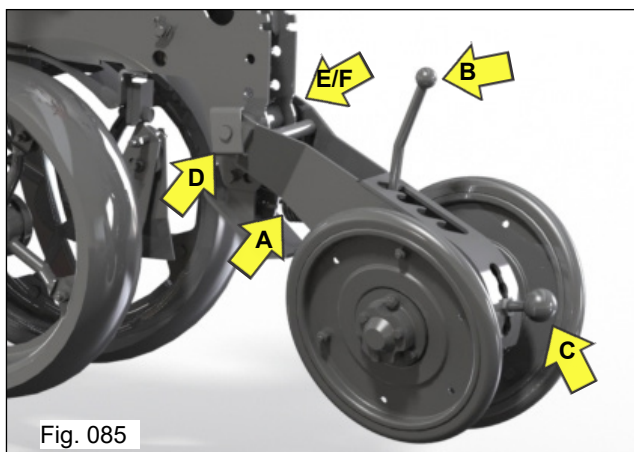

Fig. 085
A regulagem das rodas compactadoras (Fig. 085), também é um fator fundamental para o bom plantio. Remove o fechamento e a compactação do sulco de plantio. A **JM EXPRESSA** portanto conta com dois recursos de regulagem:
Posicione o conjunto compactador e acople-o com o pino "D" (Fig. 085), aperte a porca "E", verifique que o conjunto compactador deve articular livremente, em seguida trave a fixação com a contraporca "F". Para colocar a mola vertical "A", levante a plantadeira através do comando hidráulico do trator, posicione a mola no alojamento do conjunto compactador e pressione o suficiente para encaixá-la no alojamento da unidade semeadora.
a) Mola vertical "A": é pressionada através da mudança de posição da alavanca "B", 4 posições, dando maior ou menor pressão de apoio das rodas sobre o solo. Para solos mais pesados (argilosos), regule com mais pressão; para solos mais arenosos, utilize menor pressão (Fig. 085).